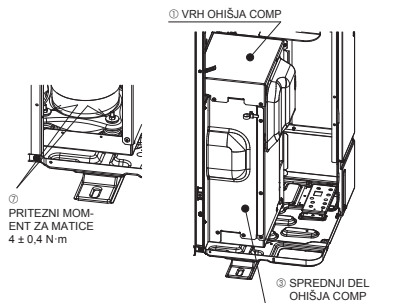

Fig. 4-2
- Po tem, ko ste odstranili fiksne dele COMP, privijte matice ter VRH OHIŠJA COMP in SPREDNJI DEL OHIŠJA COMP namestitve nazaj v prvotno stanje. (Fig. 4-2)